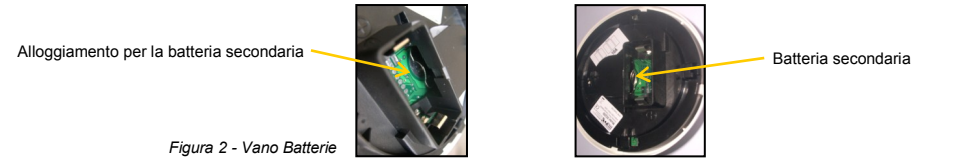

Figura 2 - Vano Batterie
1) Verificare che sia presente la batteria secondaria; in caso contrario, inserire la batteria nell'apposito alloggiamento con il polo positivo rivolto verso l'alto (figura 2).